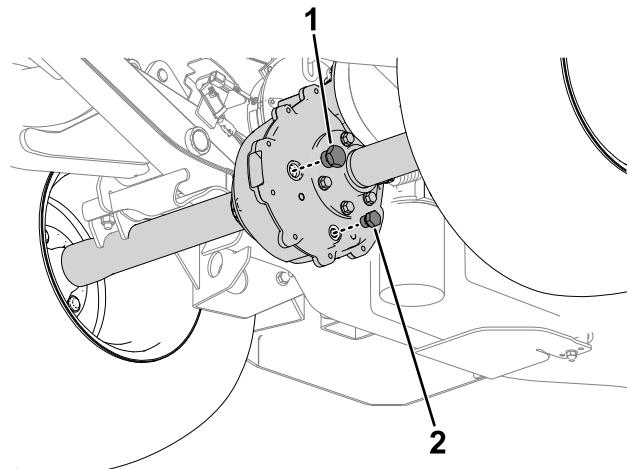

Figure 53
2. Retirez le bouchon de remplissage (Figure 53).
3. Retirez le bouchon de vidange (Figure 53) pour permettre à tout le liquide de s'écouler.